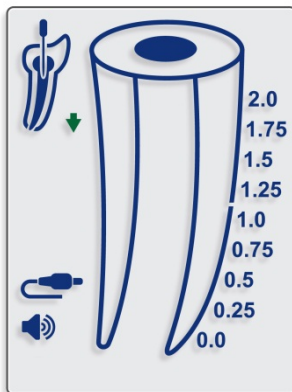
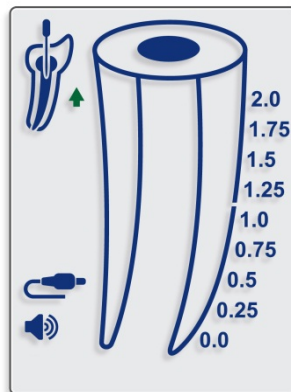

Fig. 5
Fig. 6
- 7.4.10. Bevegelsen av filen inne i kanalen er reflektert av NED- (Fig. 5) og OPP (Fig. 6)-pilene på skjermen.